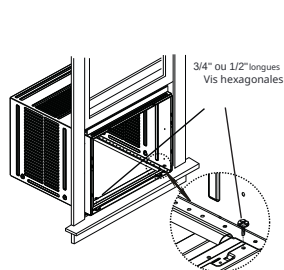

Fig.13
4. Pour une fenêtre en bois : Fixez l'armoire au rebord intérieur de la fenêtre avec deux vis dans les trous (Fig.13) (Vous pouvez pré-percer des trous pilotes).